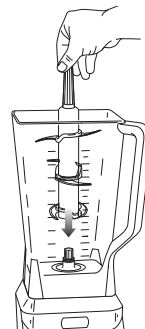

Fig. 4
- 5 En tenant l'ensemble de 6 lames par le haut de la tige; placez-le sur l'engrenage d'entraînement à l'intérieur du pichet. Assurez-vous que l'accessoire est bien placé et qu'il est vertical. (Fig. 4)